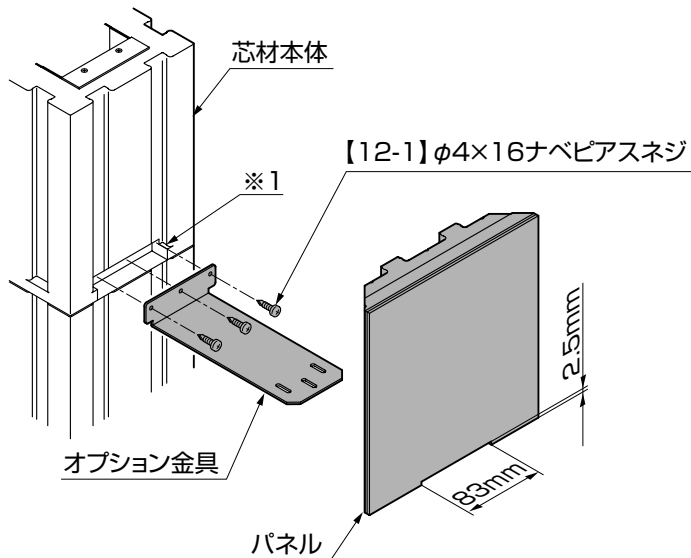

図4-1
②パネルを図4-1の寸法で切り欠いてください。
③パネルを芯材本体に専用接着剤で取付けてください。